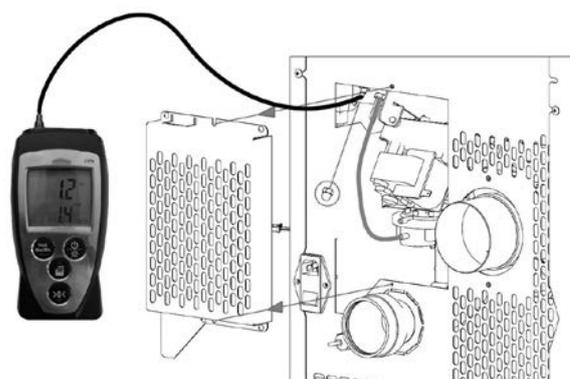

Fig. 34 - Connexion du pressostat numérique
- Connecter, au biais d'un tube en silicone, un pressostat numérique pour relever la dépression (voir Fig. 34).